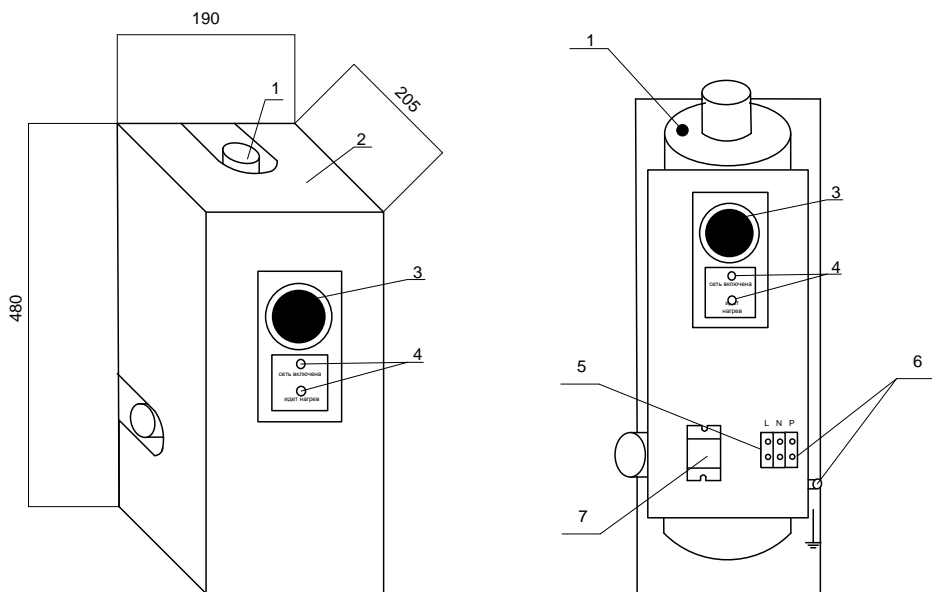

Рис. 1 Внешний вид электрокотла «Mini Plus».
3.1. Водонагреватель электрический «Mini Plus» состоит из колбы водонагревателя **1**, защитного кожуха **2**, регулятора температуры по теплоносителю **3**, светоиндикации **4**, клемм электропитания **5**, клеммы заземления **6** и силового реле **7** (для моделей Mini 4 Plus /5 Plus /6 Plus): см. рис.1. Габаритные размеры электроводонагревателя 190x205x480 мм.
Электронагреватель 1 (рис.1) и датчик температуры по воздуху следует устанавливать в местах, удобных для наблюдения и обслуживания.
5.4. Кабель питания подключите к клеммам электропитания **5** (рис.1).
5.5. Заземлите водонагреватель! Клемму заземления **6** (рис.1) соединить медным гибким проводом сечением не менее 2,5 мм² с заземляющей магистралью (контуром повторного заземления). Последовательное включение в заземляющую магистраль запрещается!